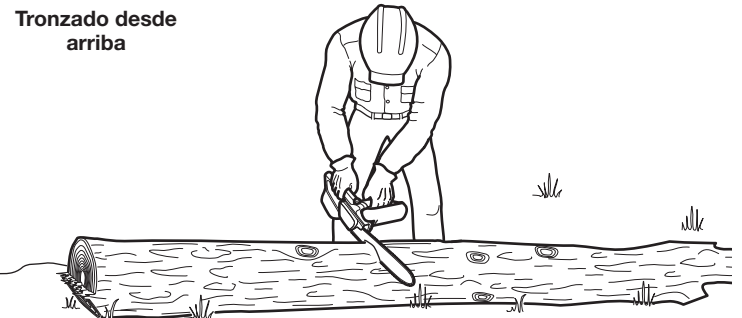

Fig. 31
Cuando los troncos están sostenidos en toda su longitud, se debe tener cuidado adicional para que la cadena de la sierra no entre en contacto con el suelo u otra estructura de apoyo (Fig. 31).
1. Comience a cortar el tronco desde arriba, con la parte inferior de la cadena de la sierra contra la parte superior del tronco (Fig. 31).